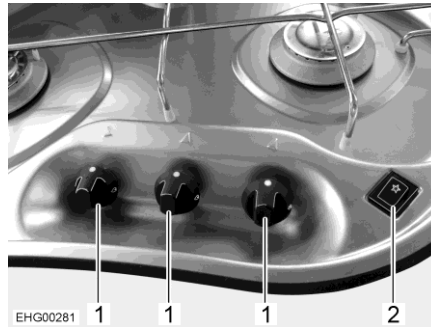

Bild 97 Bedienelemente (Gaskocher)
- Drehregler (Bild 97,1) der gewünschten Brennstelle auf Zündposition (große Flamme) drehen.
- Wippschalter (Bild 97,2) drücken. Am Brenner werden Zündfunken erzeugt.